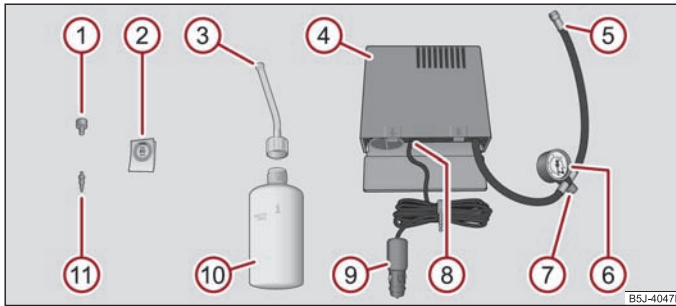

Fig. 4 Componenti del kit per la riparazione degli pneumatici
- Incollare l'adesivo ② ⇒ fig. 4 sulla plancia strumenti, nel campo visivo del conducente.
- Servendosi dello svitatore per inserti valvola ① svitare l'inserto valvola e riporlo in un luogo pulito.
- Agitare energicamente alcune volte la bombola di riempimento dello pneumatico ⑩ ⇒ fig. 4. ▶
- Avvitare stabilmente il tubo di gonfiaggio ③ sulla bombola di riempimento ⑩ girando in senso orario. La pellicola presente sulla chiusura si rompe automaticamente.
- Rimuovere il tappo dal tubo di gonfiaggio ③ ed inserire a fondo l'estremità aperta sulla valvola di gonfiaggio dello pneumatico.
- Tenere la bombola ⑩ con il fondo rivolto verso l'alto e lasciare che tutto il sigillante della bombola fluisca nello pneumatico.
- Riavvitare l'inserto valvola con l'avvitatore per inserti valvola ① nella valvola di gonfiaggio dello pneumatico.
- Avvitare saldamente il tubo flessibile di gonfiaggio pneumatico ⑤ ⇒ pag. 5, fig. 4 del compressore aria alla valvola di gonfiaggio dello pneumatico.
- Verificare che la vite di scarico aria ⑦ sia chiusa.
- Inserire il connettore del cavo ⑨ in una presa da 12 Volt della vettura, vedere il Libretto d'uso e manutenzione.
- Attivare il compressore aria con l'interruttore ON-OFF ⑧.
- Se non è possibile raggiungere una pressione pari a 2,0 - 2,5 bar, svitare il tubo flessibile ⑤ dalla valvola di gonfiaggio dello pneumatico.
- Riavvitare saldamente il tubo flessibile di gonfiaggio pneumatico del compressore aria ⑤ alla valvola di gonfiaggio e ripetere l'operazione di gonfiaggio.